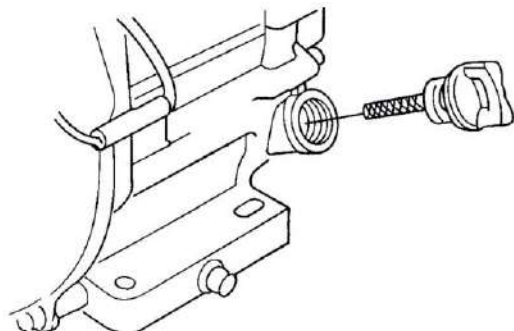

FIGURA 9. NIVEL DE ACEITE DEL MOTOR.
2. Quite el tapón de la varilla del aceite del orificio de llenado de aceite del motor (figura 9) y límpielo.